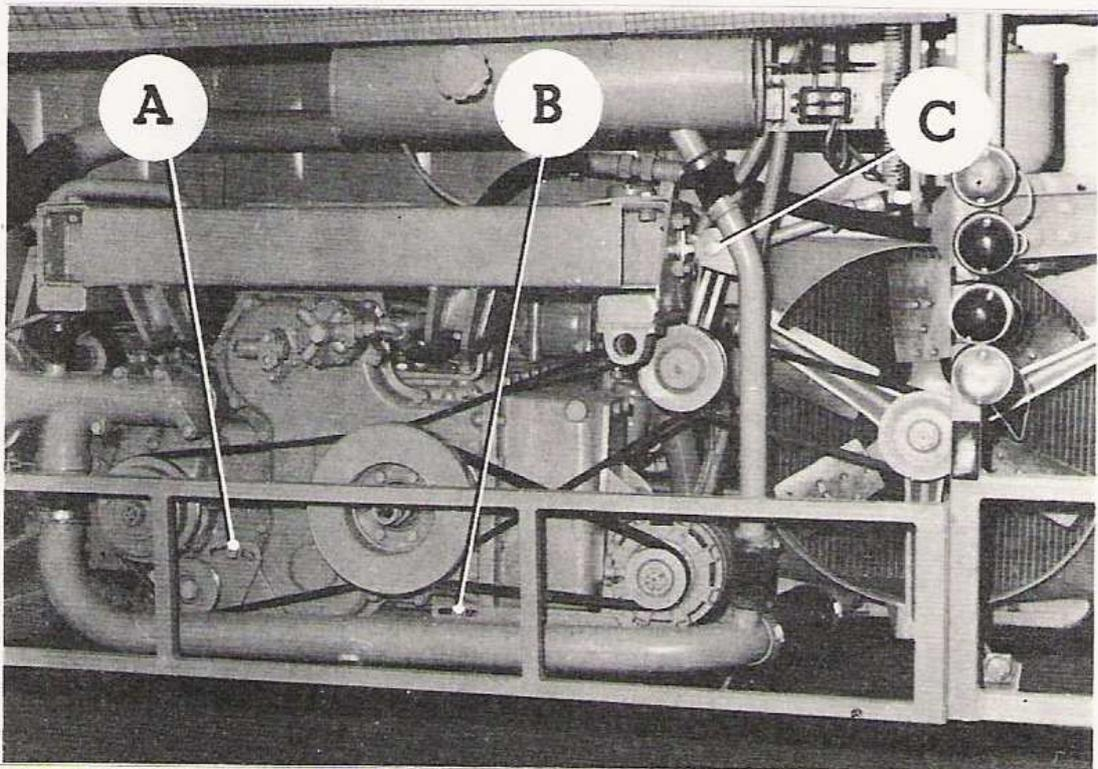

Fig. 2.10. - Tensado de las correas de mando ventilador bomba de agua y alternador
2.14 TENSADO CORREAS MANDO GRUPOS AUXILIARES (fig. 2.10)